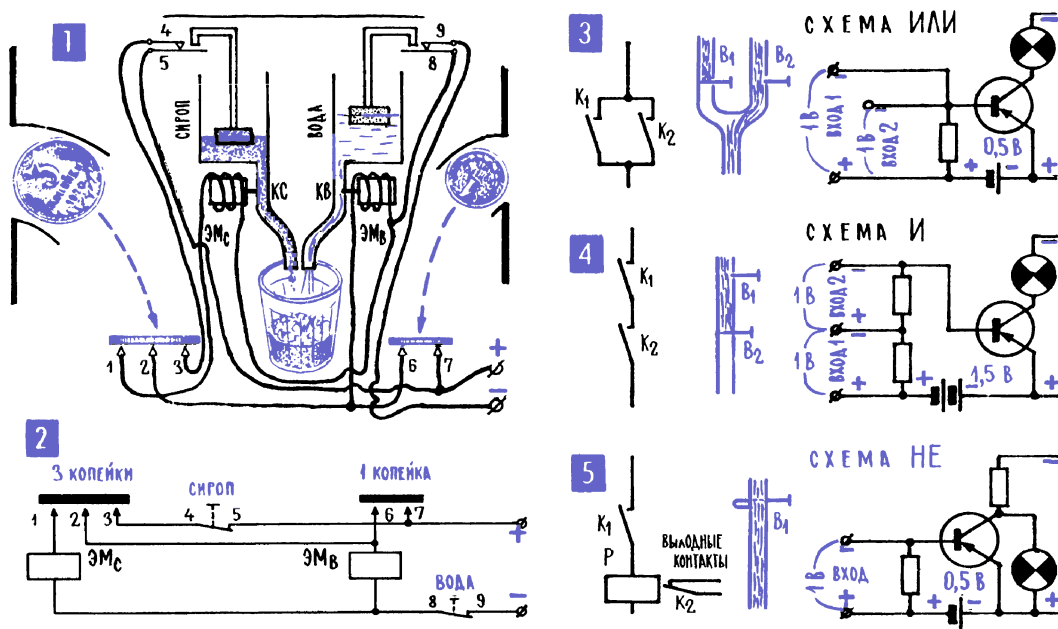

Рис. 15.4. Работа автомата для продажи воды с сиропом
7. В электрических цепях легко выполняются логические операции И, ИЛИ, НЕ. На рис. 15.4; 1, 2 показана упрощенная учебная схема (опять-таки «упрощенная учебная» и не более) автомата для продажи газированной воды с сиропом⁷. Схема эта довольно проста. Монета «1 копейка» замыкает контакты 6, 7, и если при этом еще замкнуты контакты 8, 9 (они размыкаются, когда в резервуаре нет воды), то электромагнит ЭМ_в откроет кран КВ и нальет в стакан воду. Монета «3 копейки» замыкает сразу три контакта. Это контакты 2, 3, которые дублируют контакты 6, 7 и в итоге наливают в стакан воду. Кроме того, монета замыкает контакты 1, 3, которые подают питание на электромагнит ЭМ_с, открывающий кран сиропа. Электромагниты, сработав, не только открывают краны КВ или КС, но еще включают механизм, забирающий монету. Если ни один из электромагнитов не сработает, то монету можно получить обратно.
В этой схеме мы встречаемся с чрезвычайно распространенными элементами электронных автоматов – схемами, которые выполняют логические операции И, ИЛИ и НЕ. Схема И (рис. 15.4; 4) дает возможность электрическому сигналу произвести свою работу, если замкнуты и первый контакт К₁, и второй К₂. В принципе, контактов может быть сколько угодно, от этого повадки схемы И не меняются – она требует, чтобы были замкнуты все контакты одновременно. А вот схема ИЛИ (рис. 15.4; 3) дает
возможность сигналу сработать, если замкнут любой из двух контактов, или первый, или второй, – все они параллельны, и замыкание любого открывает путь сигналу. Схема НЕ (рис. 15.4; 5) просто делает все наоборот: при замыкании контакта K_1 она с помощью реле разрывает цепь, а при размыкании контакта K_1 замыкает цепь.
На рис. 15.4; 3, 4, 5 показаны также гидравлические аналогии операции И, ИЛИ и НЕ и простейшие транзисторные схемы, где могут выполняться эти логические операции. В схеме И на базу транзистора подано запирающее напряжение $-1,5$ В, и ни один из сигналов с напряжением 1 В сам по себе не может отпереть транзистор. Транзистор отпирается, только если на базу одновременно попадают и первый, и второй сигналы. А в схеме ИЛИ запирающее напряжение уменьшено до $-0,5$ В, транзистор с одинаковым успехом откроет или первый одновольтный сигнал, или второй. В схеме НЕ лампочка (она везде отображает нагрузку) включена не в коллекторную цепь, а параллельно транзистору; открывшись, транзистор шунтирует нагрузку, и ток в нее не идет (можно пояснить иначе: у открытого транзистора напряжение на коллекторе, а значит, на лампочке, резко падает).
С помощью элементов И, ИЛИ, НЕ автоматы проводят целые цепочки логических рассуждений. Один из примеров – на рис. 15.4; 1, 2. Автомат наливает воду, когда брошена *или* 1 копейка, *или* 3 копейки, а сироп – только в том случае, когда брошены 3 копейки и одновременно замкнуты *и* контакты 1, 3, *и* 4, 5, *и* 8, 9. В реальных автоматах этой последней пары контактов, возможно, нет: когда кончается сироп, автомат наливает чистую воду, забрав при этом монету.